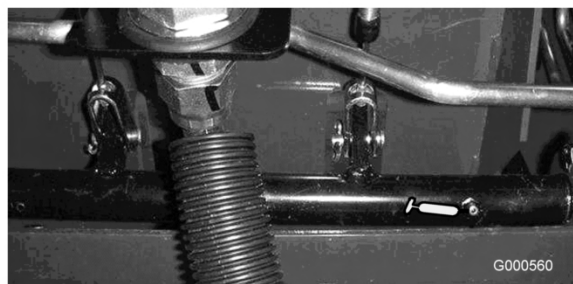

Figura 22
- Bielas de articulação do eixo do travão (5) (Figura 22)